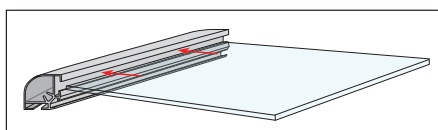

rys.6
6. Nałożyć aluminiowy profil na szklany front w taki sposób, aby brzeg frontu znalazł się w zagłębieniu profilu jak na rysunku. Brzegi profilu powinny opierać się na aluminiowych kołkach podporowych. Sprawdzić czy profil jest pod właściwym kątem i dokręcić go po bokach śrubami M5 (rys. 6).